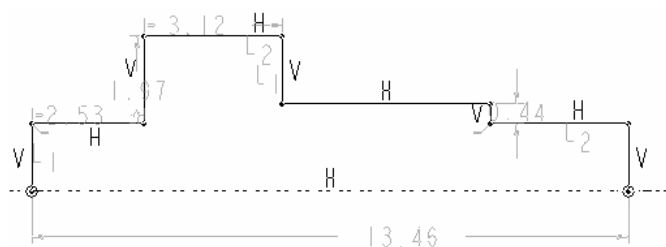

图2-3 绘出阶梯轴半侧轮廓线
2. 选取【草绘】/【线】命令或单击  按钮，绘出阶梯轴半侧轮廓线，如图 2-3 所示。